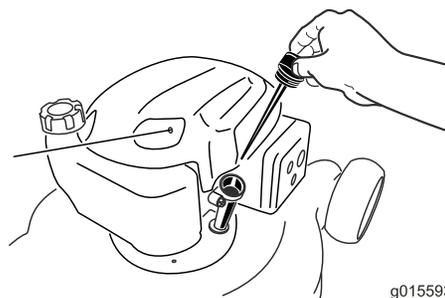

Figura 11
2. Rimuovete l'asta di livello (Figura 11) e versate nel tubo di riempimento una quantità d'olio pari a circa 3/4 della capacità del carter.